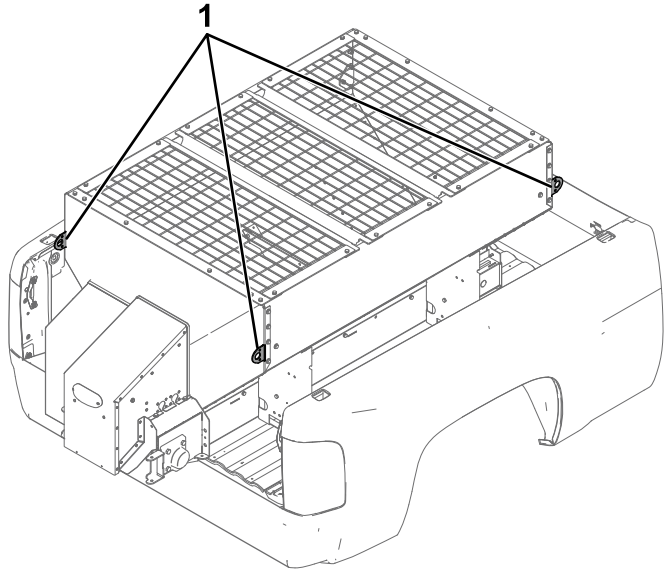

Figure 4
2. À l'aide des points de levage (Figure 4), soulevez l'épandeur sur le plateau du camion et posez-le dans l'axe.